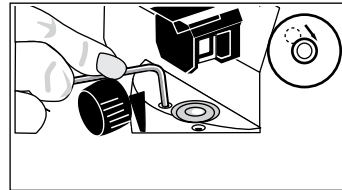

Abbildung 8
- Bringen Sie dann die Blase mit Hilfe des Sechskants in die Mitte, indem Sie die Nivellierschrauben drehen (Abb. 8).
- Luego, mediante la llave hexagonal, lleve la burbuja al centro girando los tornillos de nivelación (Fig. 8).